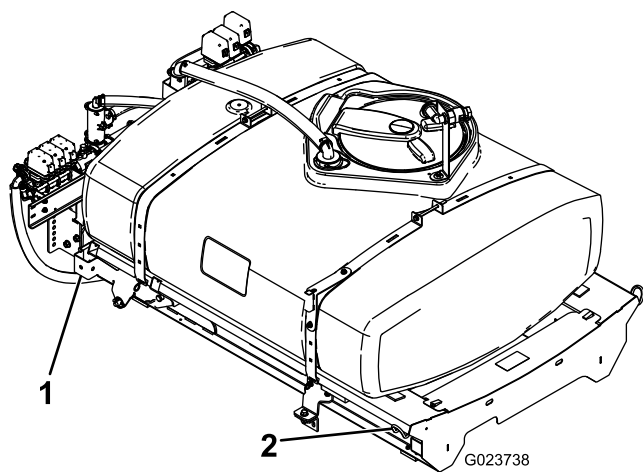

Figura 9
1. Utilizando um elevador, eleve o patim do depósito (Figura 9) e posicione-o por cima da estrutura do veículo com os conjuntos da válvula e da bomba voltados para trás.